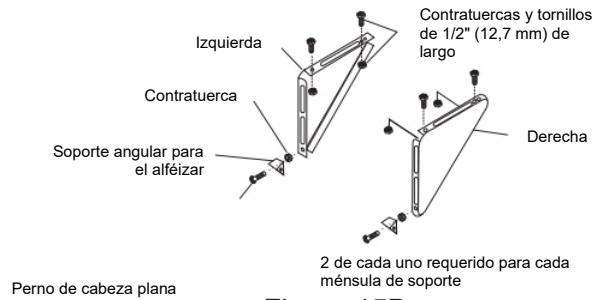

Figura 15B
2. Ensamble el soporte angular para alféizar para sostener las ménsulas en la posición marcada (Figura 15B). Ajuste a mano, pero tenga en cuenta que después puede realizar cambios.